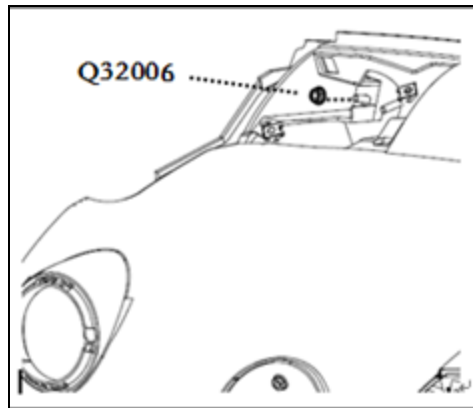
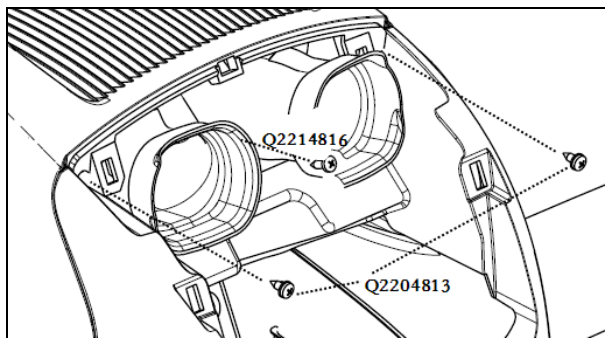

图 2.4.3 仪表板上本体总成拆卸示意图(一)(右侧方式同样)
图 2.4.4 仪表板上本体总成拆卸示意图(二)
- (2) 在确保左右扬声器总成拆卸和安全气囊紧固螺栓被拆卸的前提下,分别用套筒拆卸固定仪表板上本体总成于前围钣金上的两个六角法兰面螺母(Q32006)(图2.4.3)和用十字起卸掉固定仪表板上本体与下本体的两个在中盖板前端的十字槽盘头自攻螺钉和平垫圈组合件(Q2204813)和风道与下本体配合螺钉十字槽盘头自攻螺钉和大垫圈组合件-C型(Q2214816)(图2.4.4)。